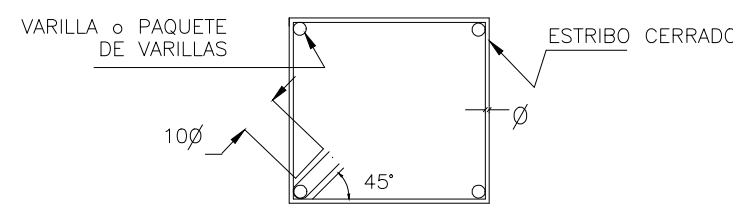

figura 1
5. EL CRITERIO PARA FORMAR TODOS LOS ESTRIBOS EN SE INDICA EN LA FIGURA 1: